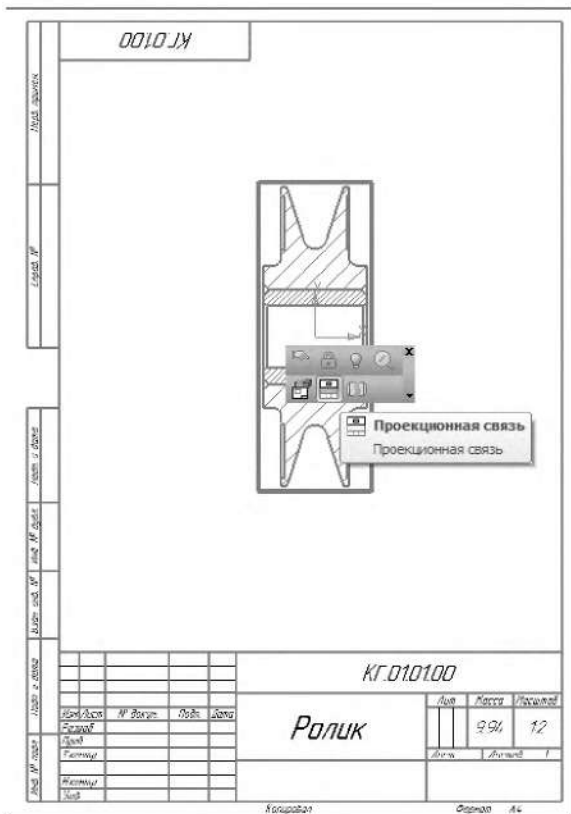

Рисунок 4.16. Отключение проекционной связи
1.4.11 Нажмите кнопку Проекционная связь  на Контекстной панели. После этого вид можно будет перемещать в любом направлении (рисунок 4.16).